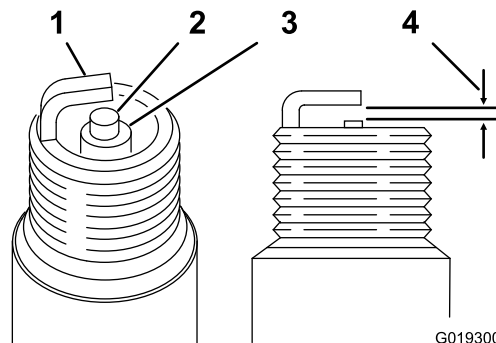

Рисунок 42
5. Установите на каждой свече зажигания зазор 0,76 мм между средним и боковым электродами; см. Рисунок 42. Установите все свечи зажигания с отрегулированным зазором в уплотнительную прокладку, затяните свечи с моментом 22 Н·м.